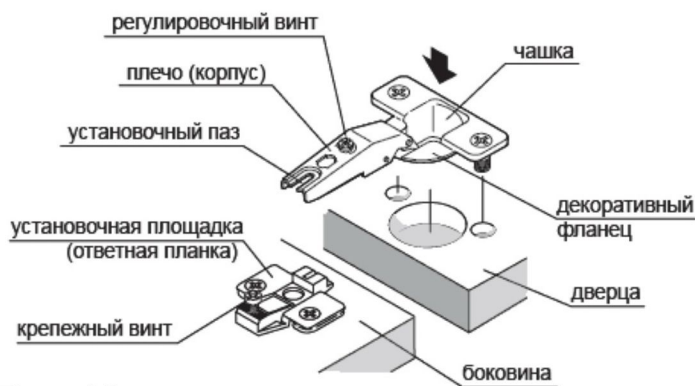

Рис.10
- 21) Отрегулируйте двери (рис. 10). Обратите внимание, что двери без ручек, поэтому отрегулировать их нужно таким образом, чтобы был небольшой свес (7-8мм), за который их удобно будет открывать.